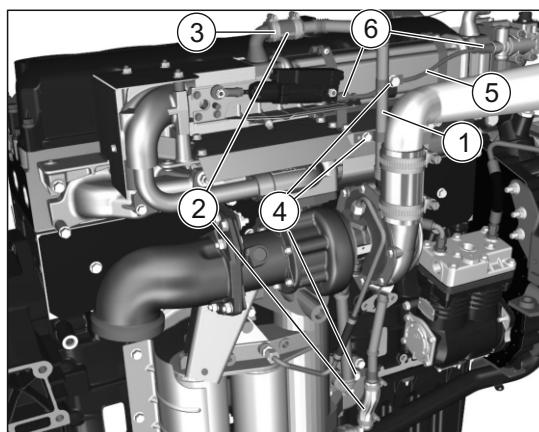

Рис.16. Снятие трубки отвода ОЖ.
3. Снять трубку (1) отвода охлаждающей жидкости от охладителя отработавших газов вместе с рукавами (2), ослабив 4 хомута (3) и отвернув 3 болта (4) её крепления (см. Рис. 16).
4. Снять трубку (5) подвода воздуха, отвернув 2 гайки (6) от заслонки EGR и клапана заслонки EGR.